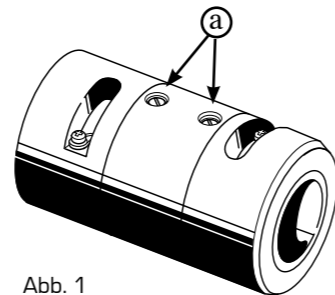

Abb. 1
Durch Rechtsdrehung der Einstellschrauben **[a]** (Abb. 1) bis zum Anschlag lassen sich die Schälgeräte auf kleine Schäliefen (Muffen) durch Linksdrehung bis zum Anschlag auf große Schäliefen (Elektromuffen) einstellen.
3. Die Sauerstoffsperrschicht des climatherm OT-Rohres bis zum Anschlag lückenlos spanabhebend bearbeiten. Schälgerät durch Linksdrehung der Einstellschraube **[a]** (Abb. 1) bis zum Anschlag auf große Schältiefe einstellen.